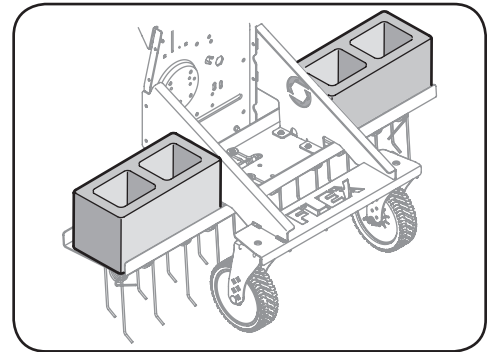

Figura 5-3
- Se recomiendan bloques de cemento. Vea la Figura 5-3.